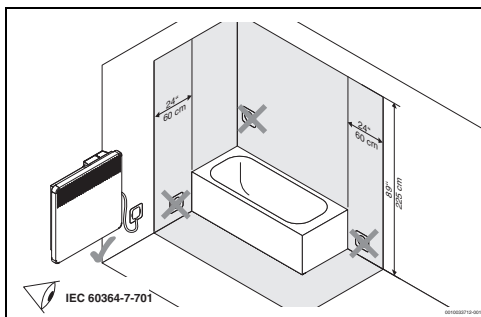

Fig. 3
Convectorul poate fi amplasat sau montat numai în afara zonei de siguranță (reprezentată cu gri → Fig. 3, pagina 93).
- Amplasați sau montați convectorul numai în afara zonei de siguranță (reprezentată cu gri → Fig. 3, pagina 93).